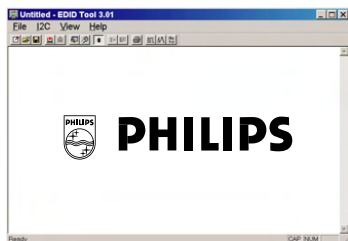
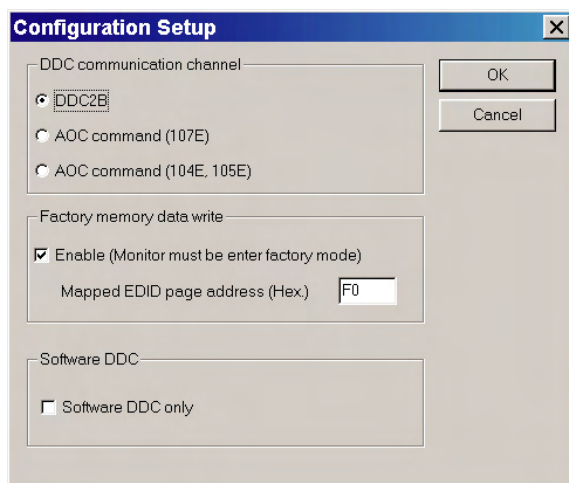

Fig. 11
Fig. 12
- 1.2 Clique no ícone como mostrado na fig. 11 na barra de ferramentas para entrar na tela "Configuration Setup" como mostrado na fig. 12.
2. Selecione DDC 2B como canal de comunicação. Selecione "Enable" e entre com "F0" no item "Mapped EDID page address" como mostrado na fig 12.